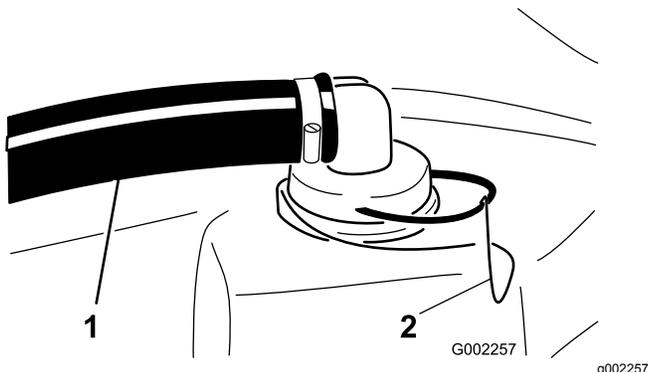

Рисунок 41
2. В верхней части бака опрыскивателя снимите фиксатор, который крепит шланговый штуцер, подсоединенный к большому шлангу и к корпусу сетчатого фильтра (**Рисунок 41**).
3. Отсоедините шланг и штуцер шланга от корпуса сетчатого фильтра (**Рисунок 41**).